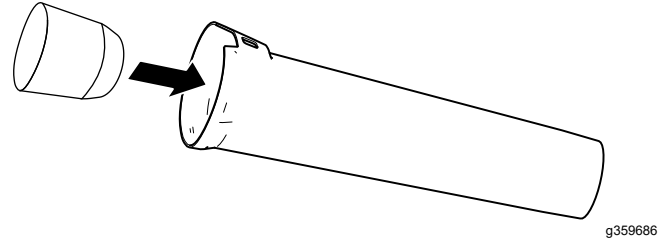

Figura 4
1. Instale la tobera del soplador en el tubo (Figura 4).